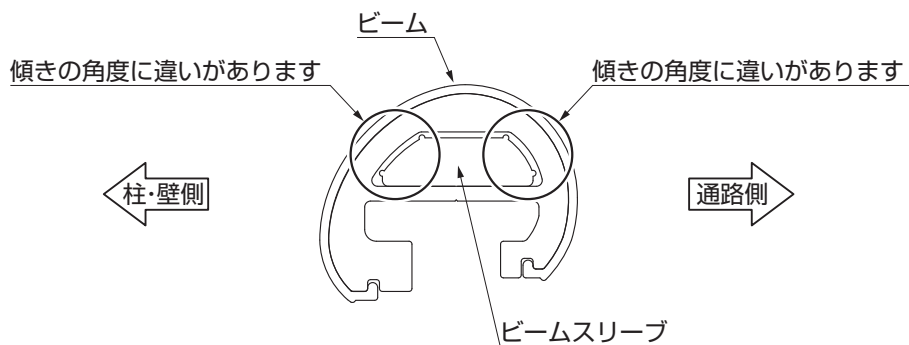

図7-3
- ビームスリーブには向きがあります。「図7-3」を参照して差込んでください。差込みにくかった場合は、反対にして再度差込んでください。